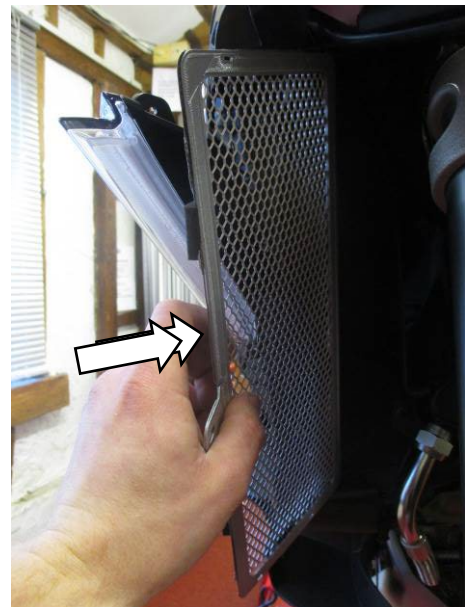

Abbildung 2
- Den R&G Kühlerschutz für die linke Seite (Artikel 1) in Position bringen und sicherstellen, dass die zwei Montageöffnungen korrekt ausgerichtet sind und der Kühlerschutz auf den Kühler passt wie in **Abbildung 2** abgebildet.